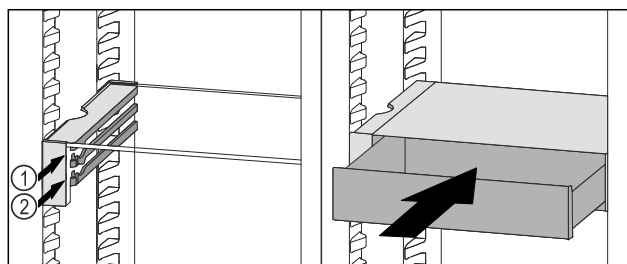

Fig. 125
- VarioSafe-lade achter de stoppers op de gewenste rib Fig. 125 (1) of Fig. 125 (2) plaatsen.